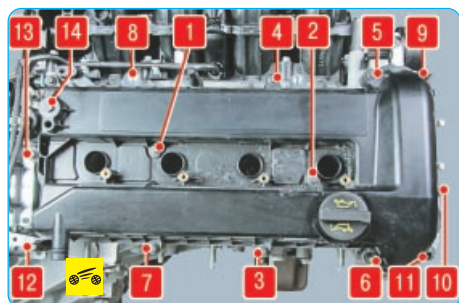

Рис. 5.24. Порядок затяжки болтов крепления крышки головки блока цилиндров двигателей Duratec-HE объемом 2,0 и 2,3 л
10. Установите крышку головки блока цилиндров с новой прокладкой и все снятые детали в порядке, обратном снятию. Болты крепления крышки затягивайте в порядке, показанном на рис. 5.24, в два этапа: